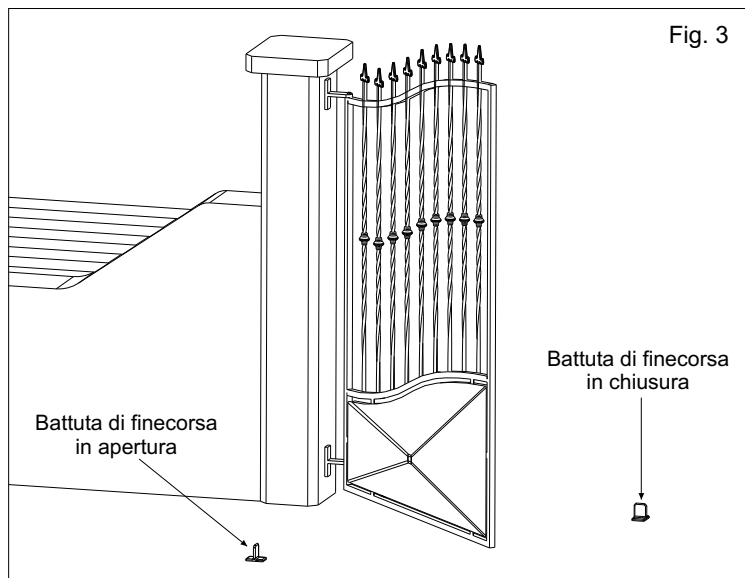

Fig. 3
- non essendo previsti finecorsa dentro l'attuatore, occorre installare battute meccaniche di finecorsa da fissare al suolo in chiusura e in apertura (Fig. 3).